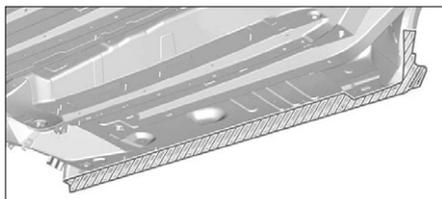

FIG. 81
- une protection antigravillonnage (Fig.81), (Fig.82) et (Fig.83).